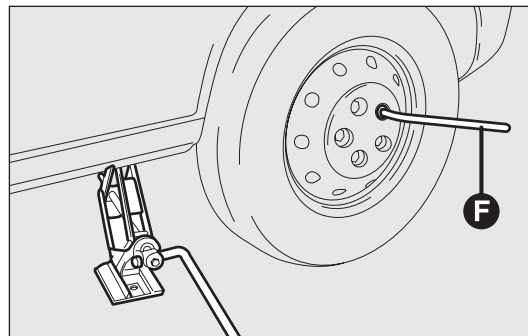

рис. 165
- ☐ полностью отверните ключом F – рис. 165 болты и выньте колесо;